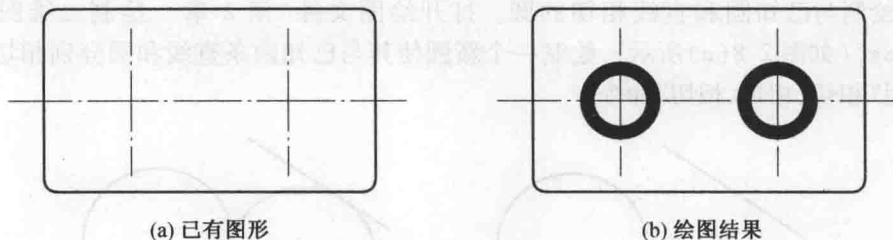

图 2.10 绘制圆环底座
6. 打开“第 2 章 绘制二维图形\图 2.10a.dwg”,使用 DONUT 命令在其基础上绘制如图 2.10(b)所示底座,将圆环的内径设置为 10,外径设置为 15。